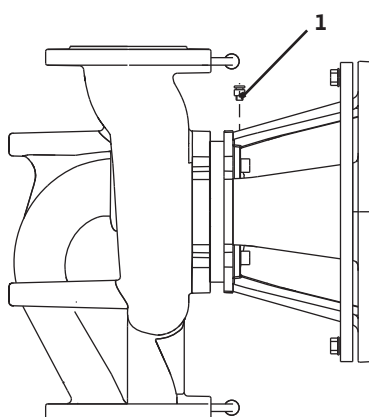

Fig. 34: Válvula de ventilação
- Purgar o ar das bombas após soltar as válvulas de ventilação (fig. 34, pos. 1). Um funcionamento a seco danifica o empanque mecânico da bomba. O sensor da pressão diferencial não deve ser ventilado (perigo de danificação).